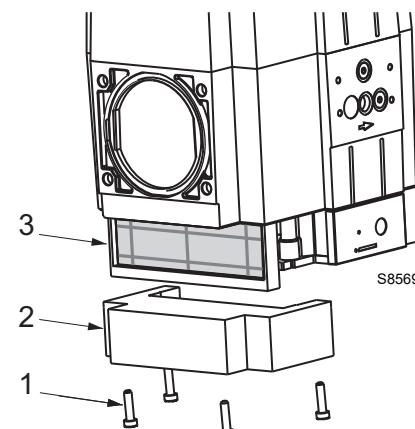

Fig. 12
- svitare le viti 1)(Fig. 12) del coperchio 2) posto nella parte inferiore della valvola;